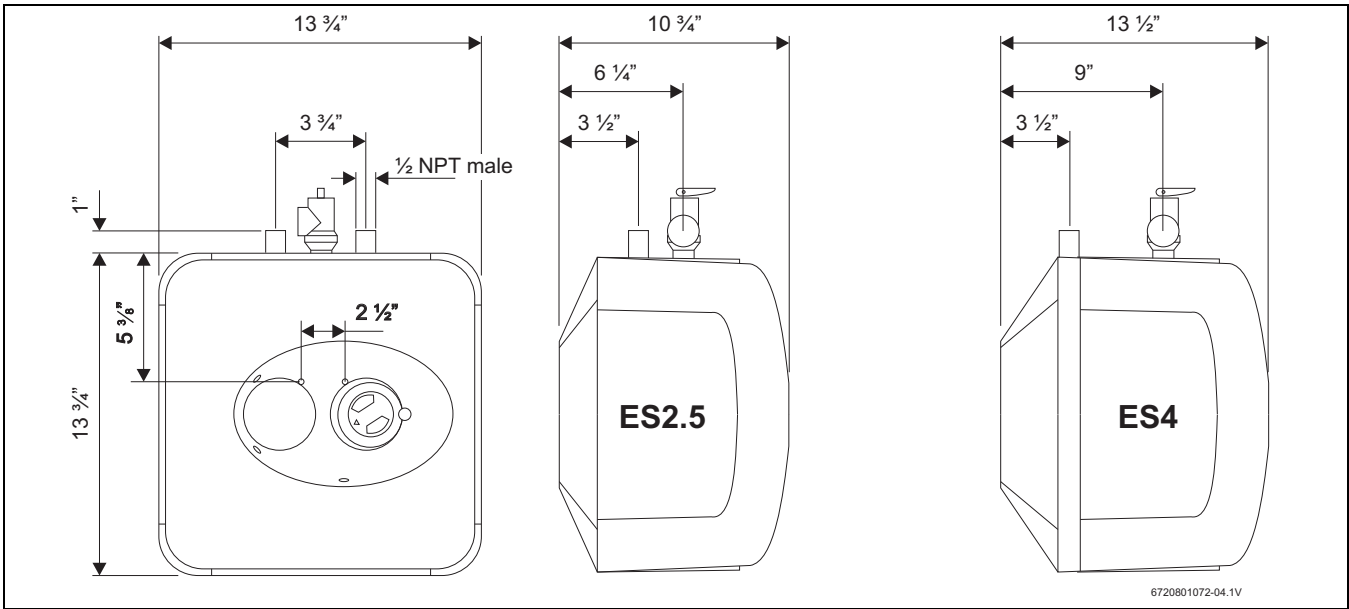

Fig. 5
- ▶ La válvula de alivio de temperatura y presión suministrada deberá instalarse en la parte superior. En las Fig. 5 y 6 puede ver la ubicación de la válvula de alivio de T y P.